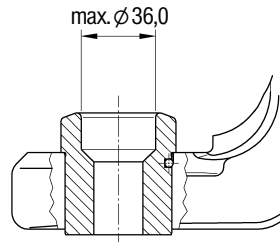

Bild 6
- Innendurchmesser der unteren Buchse darf **$\varnothing 36$ mm** nicht überschreiten (**Bild 6**)